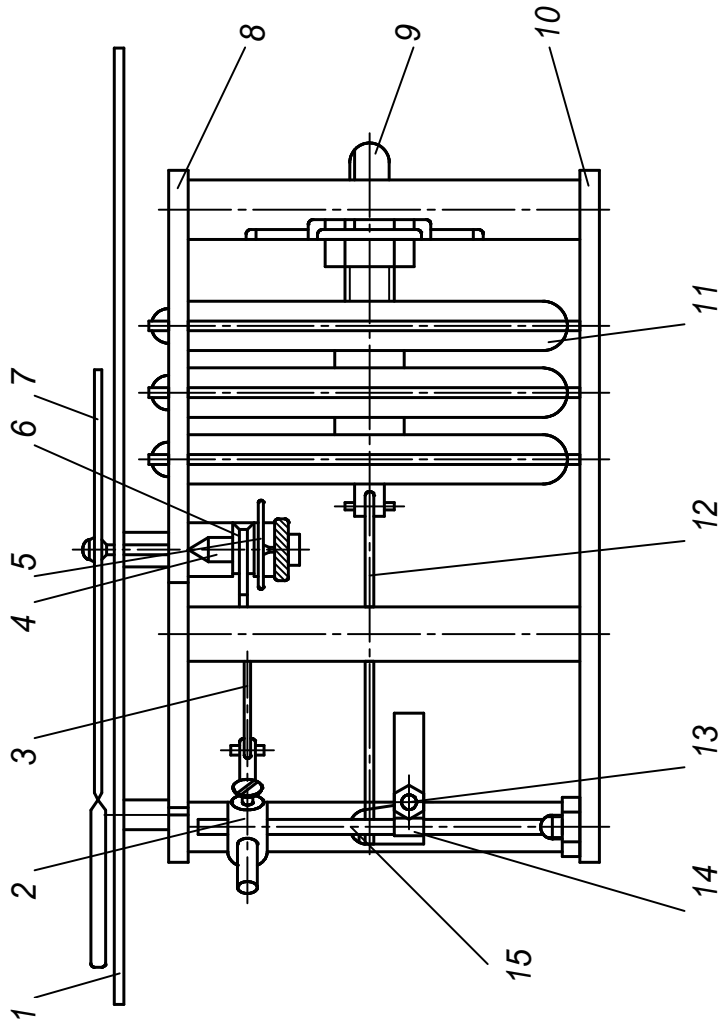

Рис.1. Механизм.
4.2. Механизм барометра (рис.1) расположен между двумя платами 8 и 10. Приемник давления состоит из трех последовательно соединенных анероидных коробок 11. Один конец блока коробок неподвижен, а ко второму шарнирно прикреплена жесткая тяга 12, второй конец которой, в свою очередь, шарнирно связан с вилкой регулятора 14, установленного на промежуточной оси 15. При увеличении или уменьшении плеча регулятора с помощью винта 13 соответственно или уменьшается или увеличивается чувствительность барометра. На оси 15 находится также движок 2, с которым скреплен конец отрезка гибкой пластинчато-шарнирной цепочки 3, второй конец цепочки закреплен на небольшом ролике 6, напессованном на оси 4, на которой плотно сидит стрелка 7. Зазоры во всех подвижных соединениях деталей механизма барометра ликвидируются спиральной пружиной (волоском) 5.